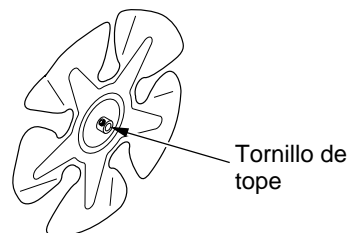

Figura 10 - Ubicación del tornillo de fijación
3. Use una llave hexagonal para aflojar el tornillo fijo que sujeta el ventilador al eje del motor (consulte la figura 10). Extraiga el ventilador. Tenga cuidado de no dañar la inclinación del asa del ventilador.
3. Use una llave hexagonal para aflojar el tornillo fijo que sujeta el ventilador al eje del motor (consulte la figura 10).